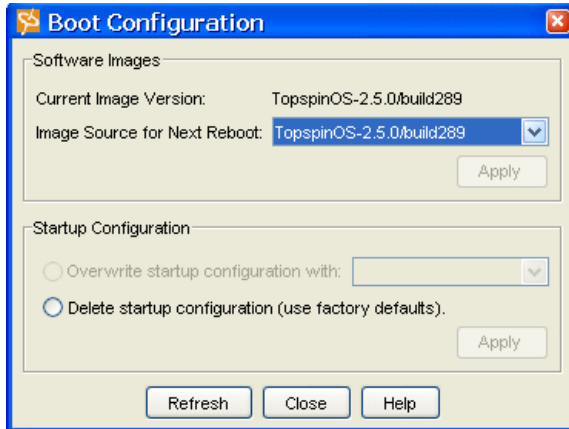

図 7-21 Boot Configuration
5. インストールが完了したら、「Maintenance」→「Boot Config」を選択する（図 7-21）。